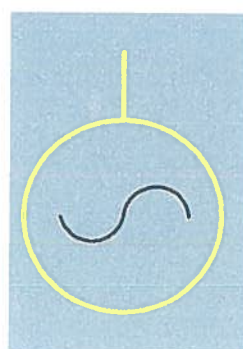

Fig. 7.106
3. Sursa electrică este în starea de „**legat la pământ**”. În această situație, cercul aferent simbolului sursei va fi reprezentat cu culoarea galben indiferent de nivelul de tensiune. Fig. 7.106